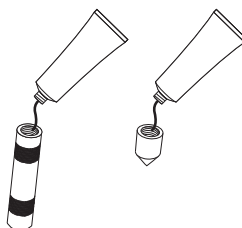

Рисунок 3. Нанесение пасты
4.3. Перед соединением всех резьбовых деталей на резьбу необходимо нанести токопроводящую пасту (в комплекте), см. рисунок 3.